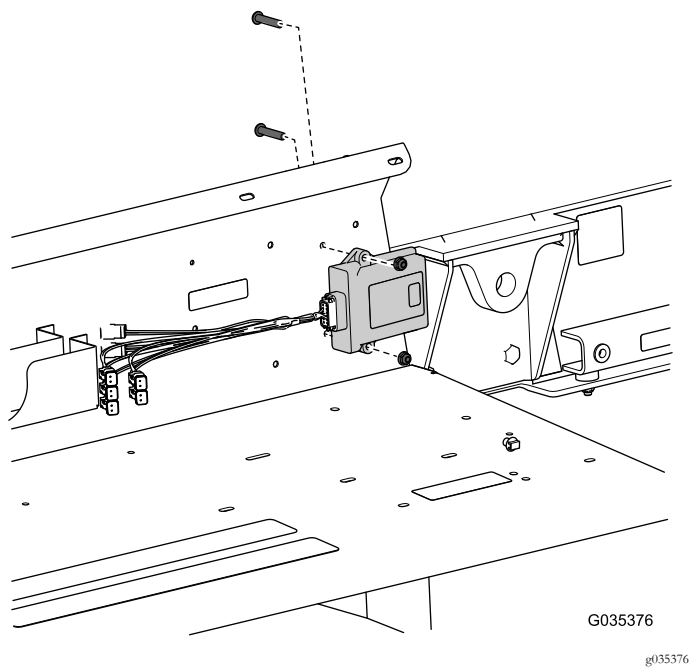

Figure 3
7. Déposez le contrôleur et le faisceau de câblage de l'aile (Figure 3).